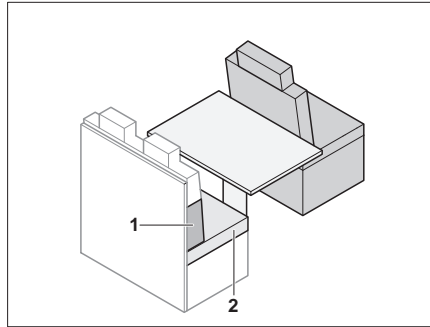

Bild 141 Vor dem Umbau
- Sitzpolster (Bild 141,2) entfernen.
- Rückenpolster (Bild 141,1) zwischen das Sitzpolster und die Rückwand legen. Die Keilform beachten.